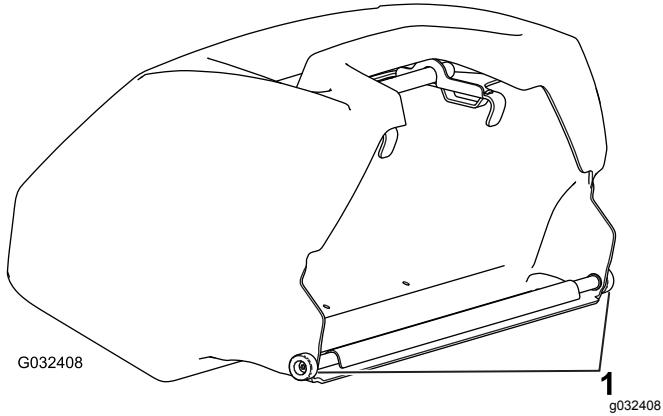

図 12
**重要**もしバスケットを落としてしまった場合には、バスケットの下側リップにあるピッチアームの接触点図 12が破損していないか点検してください。曲がっている場合には真っ直ぐに直してから使用してください。ピッチアームが曲がったままの状態でバスケットを使用すると、バスケットとリールが接触して無用な騒音が発生したり、バスケットやリールに破損が生じる可能性があります。